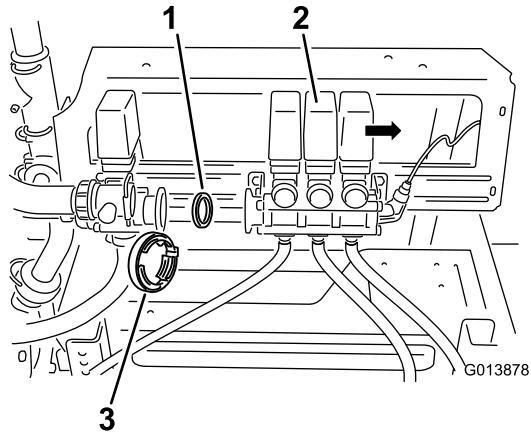

図 5
3. ブームバルブ・アセンブリを、攪拌バルブから注意深く取り外す（図 5）。
4. バルブボディについている既存のガスケットを外す(図 5)。